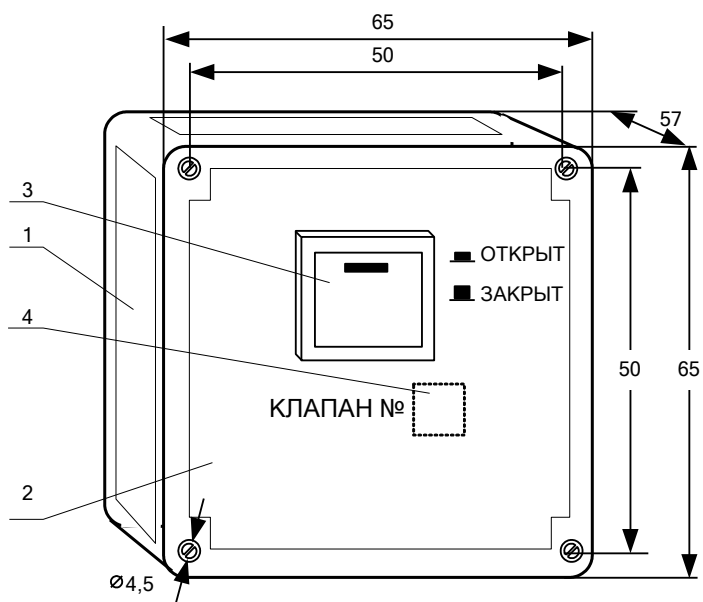
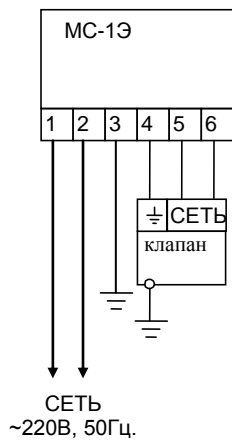

Рис.1. Прибор индикации. Внешний вид
Рис. 2. Схема электрическая принципиальная.
4.1. Прибор (рис. 1) выполнен в корпусе из ударопрочного полистирола со съемной лицевой панелью. На лицевой панели расположен переключатель со световым индикатором. В корпусе размещена печатная плата с электронными элементами. Корпус прибора имеет уплотнения для защиты от влаги и пыли. Печатная плата, электронные элементы покрыты влагозащитным лаком.
6.1. Снимите панель прибора, отвернув четыре пластмассовых винта. Закрепите прибор на стене (щите) через отверстия в задней панели (рис. 1). Присоедините кабель к клеммам прибора, в соответствии со схемой на рис.2. Закрепите панель.